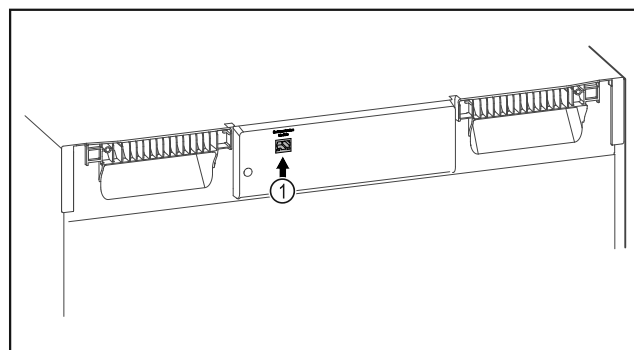

Fig. 102
- SmartModule Fig. 102 (1) este instalat.